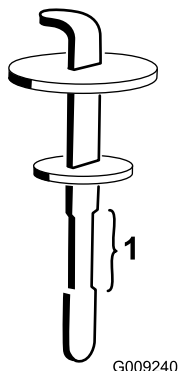

Figura 131
5. Togliete l'asta di livello dal collo del bocchettone e pulitela strofinandola con un cencio pulito. Inserite l'asta di livello nel collo del bocchettone, quindi estraetela e controllate il livello del fluido (Figura 131).